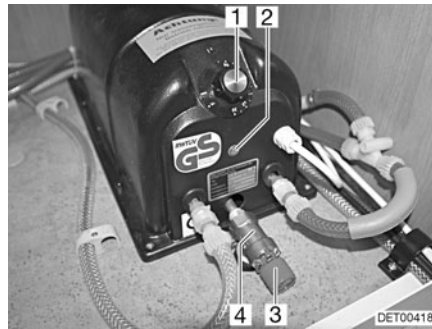

Fig. 116 Caldera Reich
La caldera funciona con 230 V. La caldera calienta aprox. 5 l de agua. La temperatura del agua se puede ajustar en el regulador de temperatura (Fig. 116,1) de la caldera. El agua se puede calentar a máximamente 80 °C.
- Ajustar la temperatura deseada en el regulador de temperatura (Fig. 116,1). La luz de control (Fig. 116,2) está iluminada durante la fase de calentamiento.
- Girar el regulador de temperatura (Fig. 116,1) en sentido contrario a las agujas del reloj hasta la marca "I".
- Ajustar la temperatura deseada en el regulador de temperatura (Fig. 116,1).
- Abrir el vaciado de agua en la válvula de sobrepresión (Fig. 116,4). Para ello, girar el botón giratorio rojo (Fig. 116,3) en sentido contrario a las agujas del reloj.